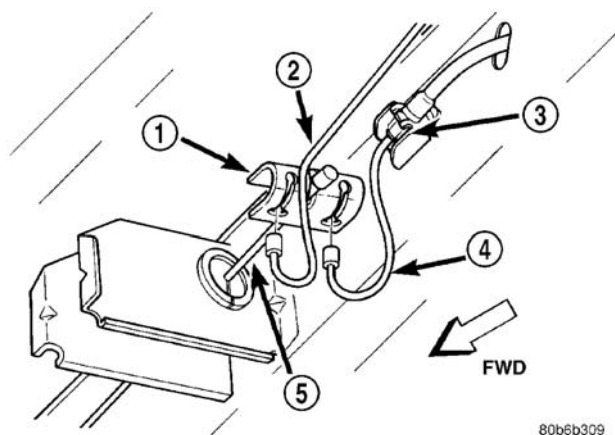

图 121 停车制动拉线平衡器
- （8）从停车制动拉线平衡器（图 121）上卸下前停车制动拉线。
（13）在停车制动拉线平衡器（图 121）上安装前停车制动拉线。